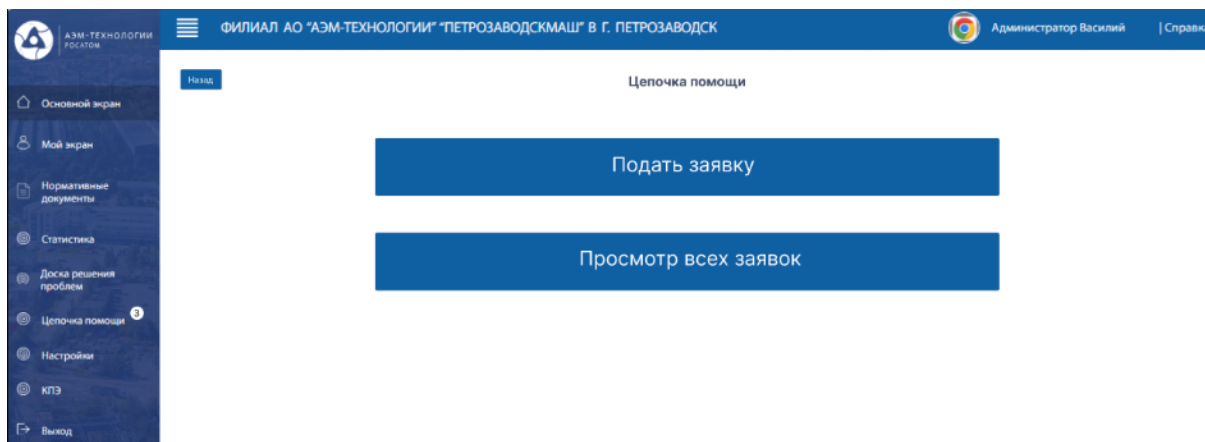

Рисунок 3.2
2. При переходе открывается страница с двумя кнопками: «Подать заявку» и «Просмотр истории заявок» (Рисунок 3.2).